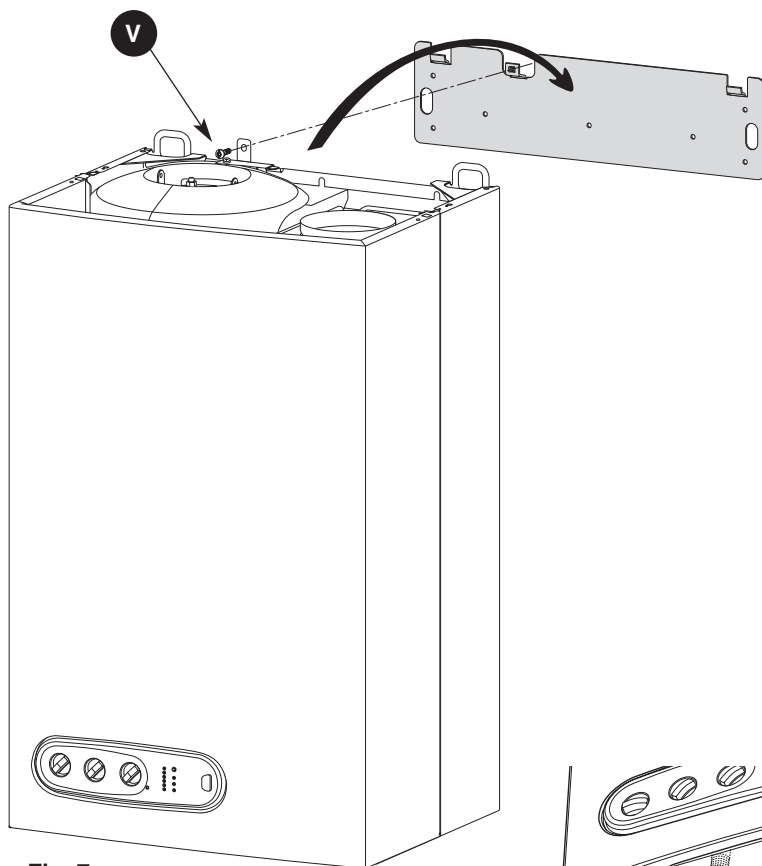

Fig. 7
- presenteer de ketel boven de kranenblok, laat deze zakken op de ophangbeugel en monteer vijs **V** voor de bevestiging van de boilerhouder op de beugel (fig. 7)